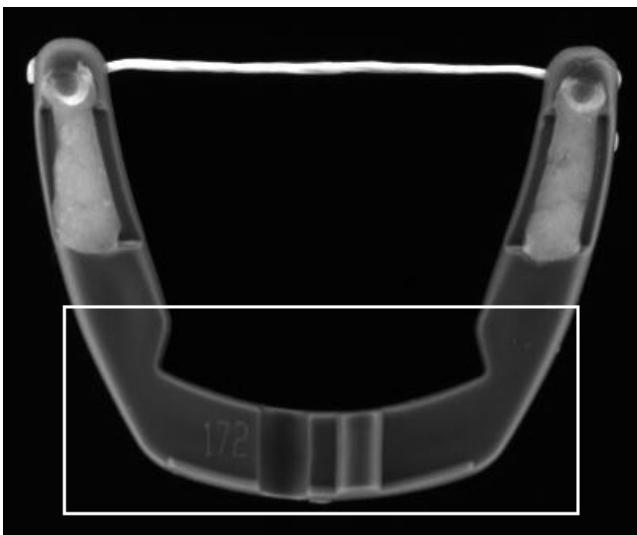

図 5-1. テンプレートパターンを作成する
3. 図 5-1 に示すように、デンタルフロスのベースの周辺に長方形を描画します。この領域がパターンマッチングテンプレートになります。